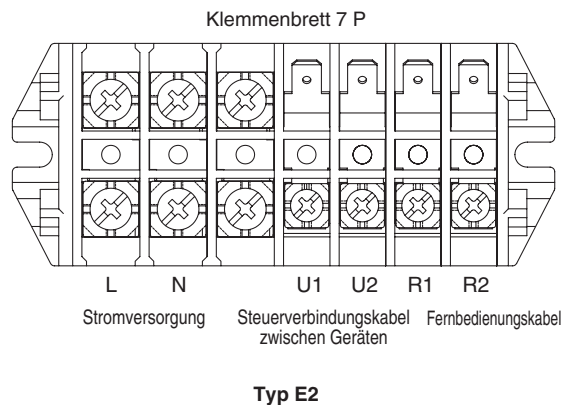

Abb. 4-2
- Das grundlegende Anschlussdiagramm des Innengeräts zeigt typische Klemmenbretter; weshalb die Klemmenbretter in Ihrem Gerät sich von dieser Abbildung unterscheiden können. (Abb. 4-2)